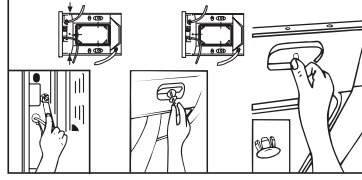

Fig. 2
- Retire os parafusos da embalagem, segundo a fig.2. Estes parafusos são para fixar os acessórios, de modo a não vibrarem durante o transporte do aparelho.